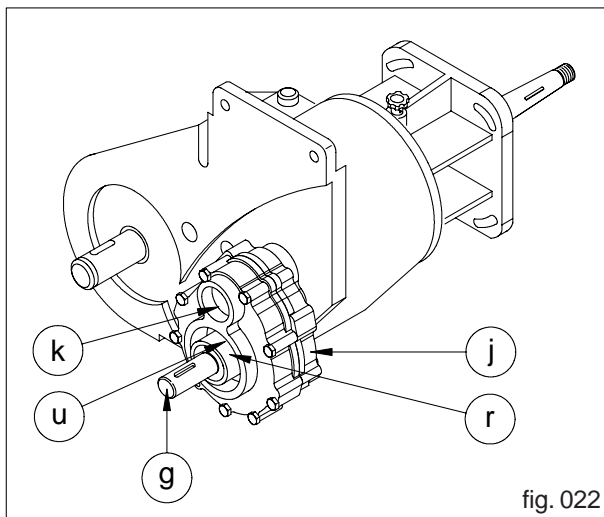
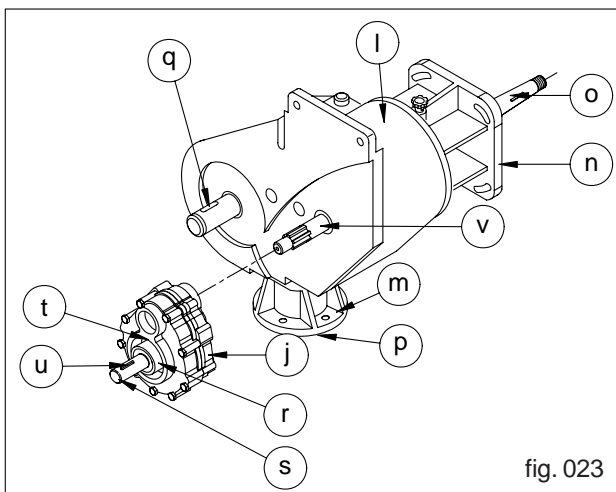

fig. 022
fig. 023
Cuando fuera retirado el rotor "g" (Fig.022) queda a la vista la caja de engranajes oscilantes "j" (Fig.022).
Para retirar ésta caja, se retira la tapa de cierre "k" (Fig.022), enseguida, se retira la tuerca interna y con el auxilio de dos destornilladores resistentes, empujar la caja para afuera.
Al abrir la caja de engranajes, principalmente "l" (Fig.022), verificar que en los soportes "m" (Fig.023) y "n" (Fig.023) existen en las caras internas una marca que coincide con los rasgos de la chaveta "o" (Fig.023) y "p" (Fig.023). después de cualquier reparación interna en la caja "l" (Fig.023), al montar nuevamente los soportes "m" y "n" (Fig.023) engranar los piñones, de tal forma que los rasgos de de la chaveta de los ejes "o" y "p" coincidan exactamente con las marcas, como fue encontrado.
a) Girar el eje "o" de la caja principal (Fig.023) hasta que la chaveta "q" (Fig.023) quede posicionada verticalmente.
b) Con la caja de engranaje oscilante "j" (Fig.023) en la posición que se encuentra en la figura, girar el el eje grueso "r" (Fig.023) y el eje fino "s" (Fig.023), hasta que las chavetas "t" y "u" queden posicionadas verticalmente, como muestra la Figura 023.
c) Encajar la caja de engranajes oscilantes "j" (Fig.023) en el eje entallado "v" (Fig.023), (verificar si las chavetas mantuvieron las posiciones de arriba). Fijar la caja con su arandela de seguridad y tuerca, colocar la tapa de cierre "k" (Fig.023).
Montar el rotor "a" (Fig.023) colocando en su lugar la traba interna "b" (Fig.023). montar el rotor mayor "g" (Fig.023) fijándolo con su anillo elástico "h" (Fig.023) y finalmente colocar la rosca "d" (Fig.023) fijándola con la traba externa "e" (Fig.023)